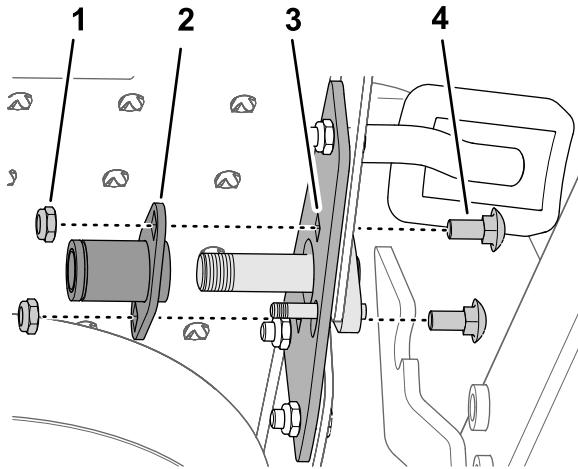

Figura 12
9. Prenda a placa do casquilho no suporte da articulação e flange do apoio para o pé (Figura 12) com os dois parafusos de carroçaria (5/16 pol. x 3/4 pol.) e duas porcas de bloqueio (5/16 pol.).